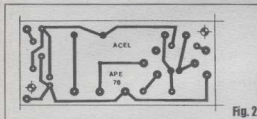

Fig. 2
- FIG. 2 - LAY OUT DO CIRCUITO IMPRESSO ESPECÍFICO - Os componentes são poucos, e o impresso apenas resultou não muito pequeno devido à presença do potenciômetro que integra o *aceleristor* sobre a própria placa... De qualquer modo, o padrão cobreado (visto em negro na figura, em escala 1:1...) de ilhas e pistas é muito simples, facilidade de copiar (decalcar), traçar (com tinta ou decalques ácido-resistentes...) e realizar... Terminada a confecção do impresso, sua face cobreada deve ser comparada com o diagrama, conferindo-se ponto por ponto, traço por traço, certificando-se que tudo está *nos conformes* (sem falhas ou curtos...). Quem ainda tiver dúvidas sobre as boas técnicas de confecção/instalação de impressos, deve ler as UTILIZAÇÕES GERAIS PARA AS MONTAGENS (estilo por aí, em outra página da presente APE...).
hobbysta... A caixa com a placa do circuito é vista (dentro da nossa sugestão...) em B e C, devendo ser observados os cuidados no sentido de manter livre o percurso de búscula da massa pendular... Notar que (C) é praticamente obrigatório o uso de torres, espaçadores, destinados a manter a placa do impresso alta com relação à sua superfície de fixação (fundo da caixa...), para que o pêndulo possa "pendular" sem obstáculos... Estão previstos no lay out original do impresso (rever FIGS. 2 e 3) furos para a passagem dos parafusos de fixação, em dois cantos diagonalmente opostos... Observar ainda na figura (B) a orientação que a caixa da placa/acceleristor deve ter na sua fixação dentro do veículo (em função do sentido de movimentação do carro), não esquecendo ainda que o conjunto deve, em repouso ficar absolutamente horizontal (para tanto deve ser usado um nível de bolha, referenciando o posicionamento da placa/caixa no momento da fixação geral...).